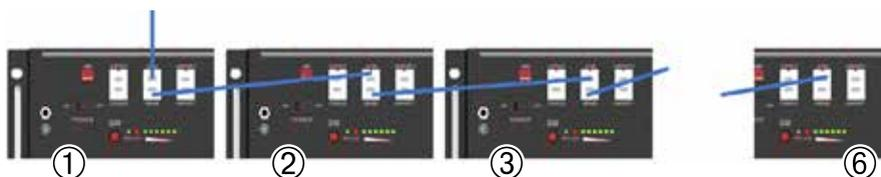

Fig. 3.10 - (1) MASTER gruppo uno, (2) MASTER gruppo due, ..., (6) MASTER gruppo sei.
2. Collegare il cavo di comunicazione come mostrato in Fig. 3.10.
- L'A/CAN del gruppo/batteria principale (1, Fig. 3.10) si collega all'inverter o all'EMS (pin: 7A, 8B, NON collegare altri pin)
- Il B si collega ad A del gruppo successivo: la porta B/RS485 dell'ultimo gruppo Master (6, Fig. 3.10) è vuota.